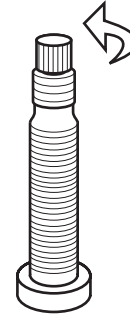

Figura 45. Ruotare la valvola in senso antiorario.
1. Ruotare la valvola in senso antiorario. Ruotarla in modo deciso per bloccarla in posizione completamente aperta, in modo da impedirle di vibrare quando è chiusa e la bici è in movimento (Figura 45).